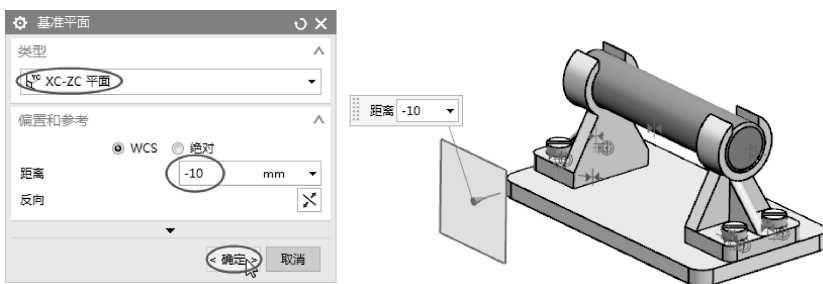

图 7-64 创建镜像平面
- 05 在【基准平面】对话框中选择【XC-ZC 平面】类型，并输入偏置【距离】为 -10，如图 7-64 所示。